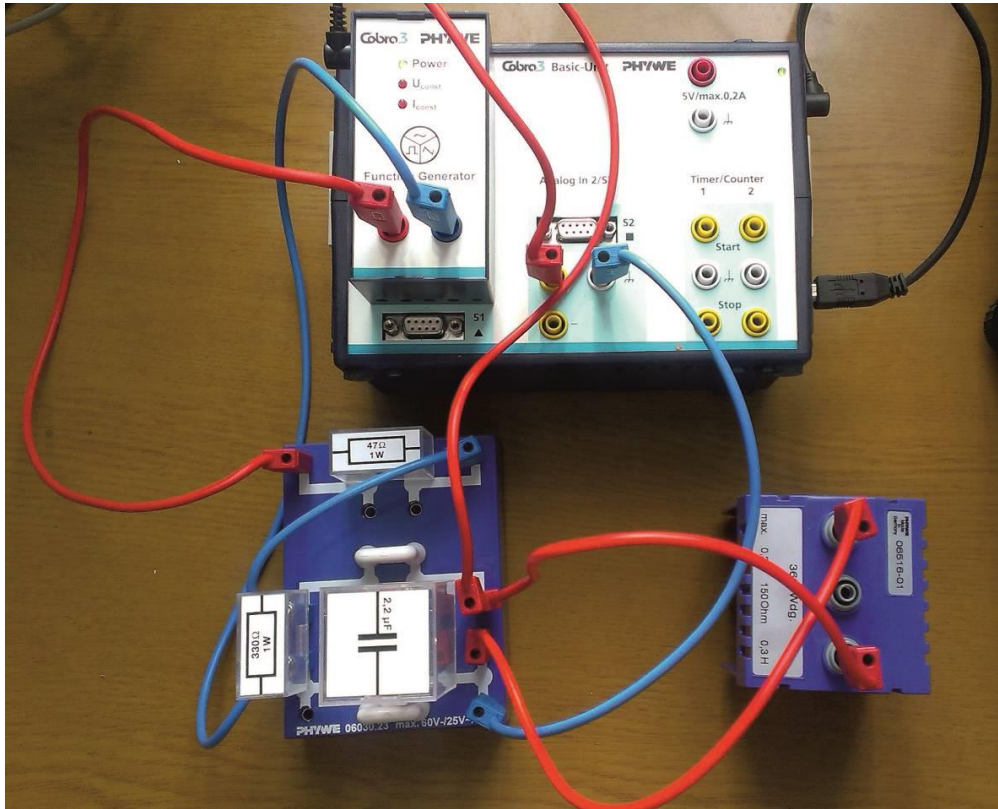

Рис. 17. Схема параллельного колебательного контура.
1. Соберите схему параллельного колебательного контура как показано на рис. 17 с сопротивлением $R_d = 330 \text{ Ом}$.